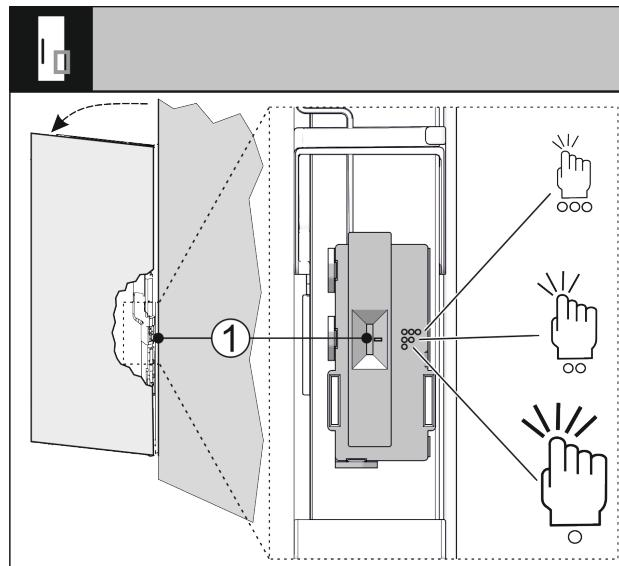

Fig. 71
Občutljivost signala trkanja lahko nastavite s stikalom Fig. 71 (1). Stikalo je na strani tečajev na spodnji tretjini vrat.
- Stikalo Fig. 71 (1) potisnite v želeno postavitev stikala.